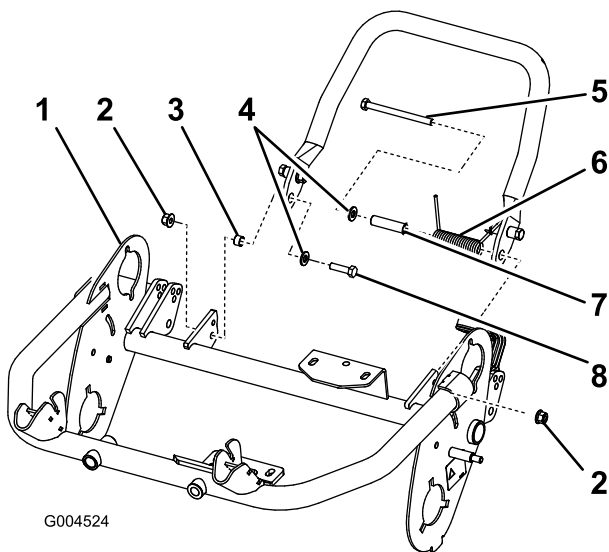

Figura 10
2. Instale una arandela (M8) en el perno pequeño (M8–1,25 x 030). Instale el lado derecho del soporte en el bastidor con el perno y la arandela, el espaciador pequeño, y la contratuerca (M8 1,25) (Figura 10). Asegúrese de instalar el perno desde el interior del bastidor, según se muestra en Figura 10.
Importante: Al instalar el muelle, coloque un extremo del mismo debajo del bastidor trasero (Figura 10).
5. Instale el lado izquierdo del soporte en el bastidor con el perno y la arandela, el espaciador grande, y la contratuerca (M8–1,25) (Figura 10). Asegúrese de instalar el perno desde el interior del bastidor, según se muestra en Figura 10.